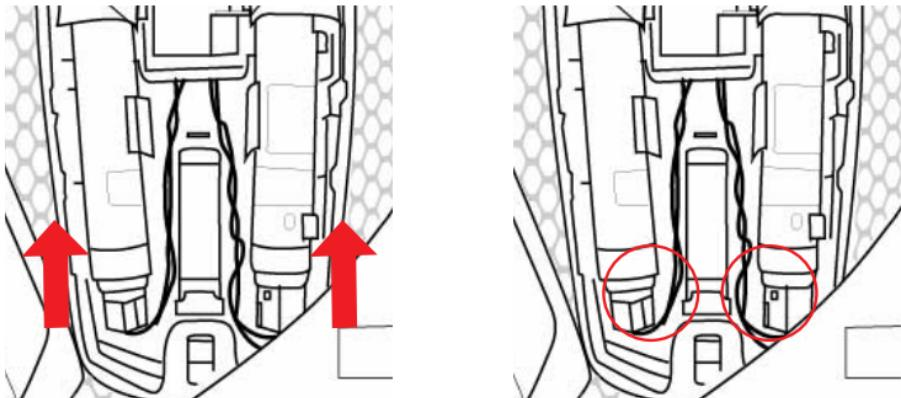

Abbildung 25: Lösen des abnehmbaren Inflatorgehäuses (18) vom System, indem es nach oben gezogen wird
2. Sobald alle Airbag-Clips gelöst sind, drehen Sie das System mit dem Rückenprotektor nach oben, öffnen Sie den unteren Reißverschluss des Trinkrucksackbehälters (9) und das im hinteren Bereich des Systems befindliche Elektronikgehäuse (16), indem Sie mit der rechten Hand die rote Zuglasche nach unten ziehen und das Elektronikgehäuse gleichzeitig mit der linken Hand anheben.
3. Sobald das Elektronikgehäuse (16) angehoben wurde, kann der Benutzer alle elektronischen Komponenten (13-15-19) zusammen mit den Gasaufblasgeräten (17) abnehmen, indem er einfach das abnehmbare Gehäuse der Aufblasgeräte (18) nach oben drückt (siehe Abbildung 25). Der Benutzer kann dies tun, indem er seine beiden Daumen auf die Unterseite des kleinen schwarzen Kastens legt, der die elektronische Steuereinheit enthält, die sich oben auf dem Gehäuse befindet, und fest nach oben drückt, bis sie einrastet, und dann kann der Benutzer sie leicht aus dem abnehmbaren Aufblasgehäuse (18) herausheben.